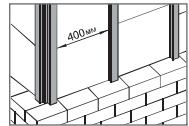

Рис. 1: Подготовка стен и установка обрешетки
1. Монтаж сайдинга FINEBER и доборных элементов к нему осуществляется на вертикальную обрешетку с шагом не более 400 мм (Рис. 1). При этом расстояние между крепежными элементами не должно превышать 400 мм. Обрешетка выполняется из металлических оцинкованных профилей 60x27 мм толщиной не менее 0,5 мм. Допускается использование ровных деревянных брусков камерной сушки влажностью не более 12%, обработанных противожарными и антисептическими пропитками. **Не допускается монтаж сайдинга напрямую на поверхность стены.**